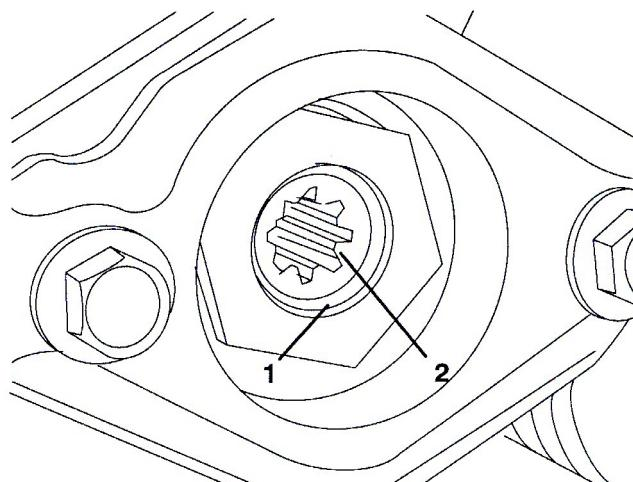

図16
- E. 駆動カップラをリール・チューブに固定しているスナップ・リングを取る (図16)。駆動カップラを取り外す。